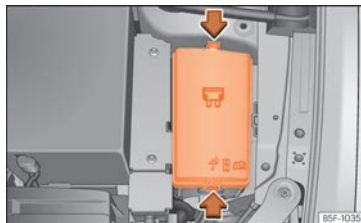

Fig. 203 En el vano motor: tapa de la caja de fusibles.
- Presione las pestañas de bloqueo para desbloquear la tapa de la caja de fusibles >>> **fig. 203**.